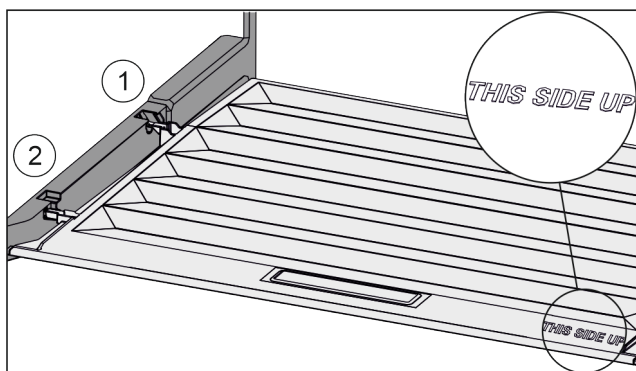

Fig. 39
- ▶ Dekselranden via de opening van de achterste houder Fig. 39 (1) aanbrengen en van voren in de houder Fig. 39 (2) klikken.